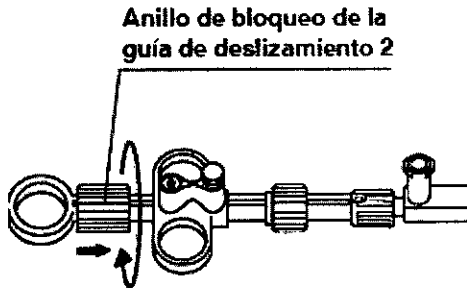

Figura 3.9
3. Mantenga la guía de deslizamiento en esta posición, gire el anillo de bloqueo de la guía de deslizamiento 2 y muévalo hasta el final de la parte de conexión. (Véase Figura 3.9)